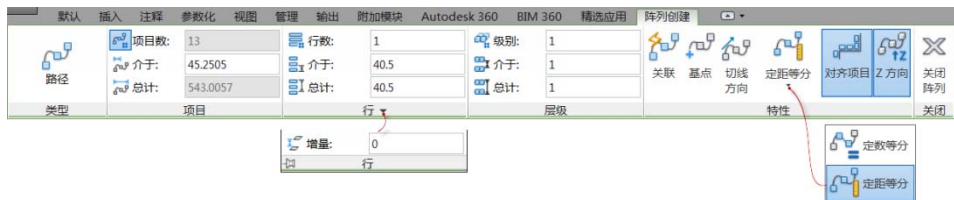

图 4-35 路径阵列的“阵列创建”上下文选项卡
① 在功能区“默认”选项卡的“修改”面板中单击“路径阵列”按钮 .
② 选择要阵列的对象，并按〈Enter〉键。
③ 选择所需对象（如直线、多段线、三维多段线、样条曲线、螺旋、圆弧、圆或椭圆）作为阵列的路径。
④ 在功能区中出现图 4-35 所示的“阵列创建”上下文选项卡，从中指定沿着路径分布对象的方法。